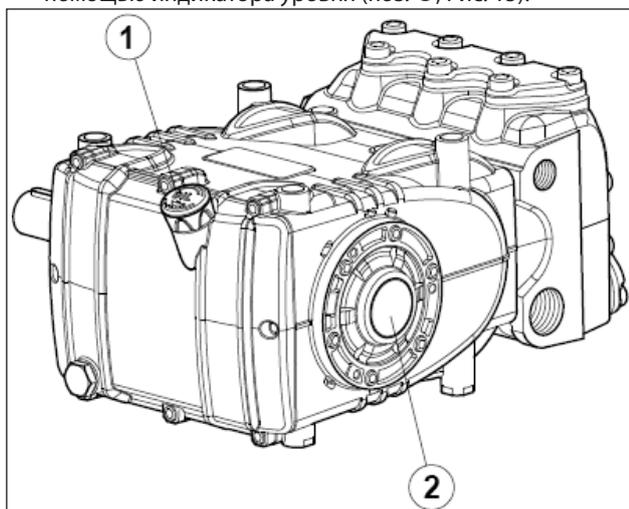

Рис. 15
5. Масло в корпусе насоса находится на правильном уровне при проверке с помощью специального щупа (поз. ①, Рис. 15) или, только в исключительном случае, с помощью индикатора уровня (поз. ②, Рис. 15).